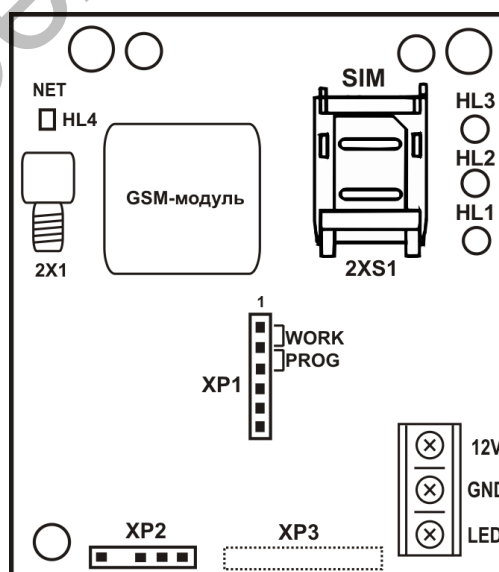

Рисунок 4.1 – Зовнішній вигляд модуля
4.1 Модуль виконаний у вигляді окремого блоку, що підключається до ППКП та встановлюється на плату БМК. Зовнішній вигляд модуля наведено на рис. 4.1.
- 1) Встановити на модулі джампер XP1 в положення «PROG» (рис. 4.1).